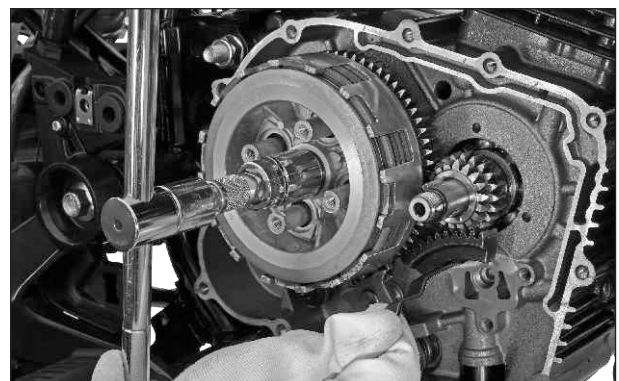

Fig. 3.11
- Sostenga nuevamente la herramienta especializada para bloquear el piñón de la corona del clutch y el piñón del cigüeñal y retire la tuerca del eje del clutch. (Fig. 3.11)